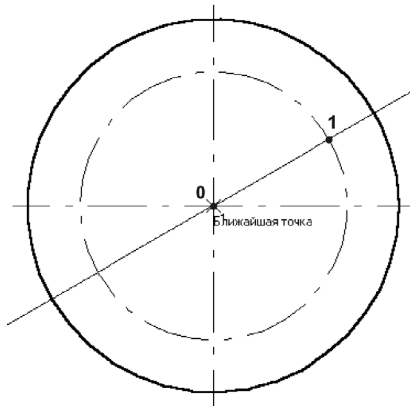

Рис. 11.6. Построение центра окружности
3. С помощью привязки **Ближайшая точка** постройте прямую через точку *O* детали. Точка *1* пересечения построенной прямой с осевой окружностью является искомой точкой центра первой окружности (рис. 11.6).